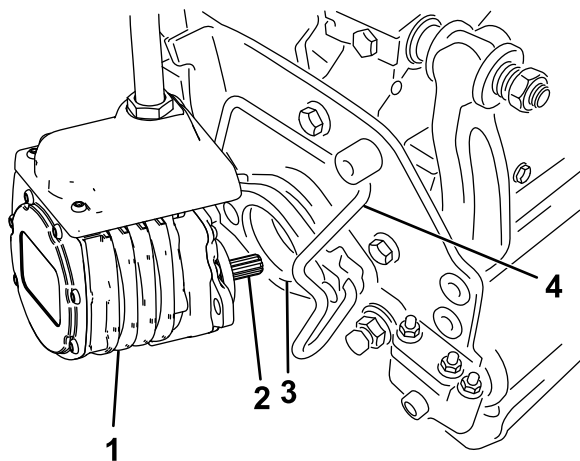

Figure 52
6. Enduisez de graisse propre l'arbre cannelé du moteur de l'unité de coupe (Figure 52).
7. Insérez le moteur dans le côté gauche de l'unité de coupe (vu de la position de l'utilisateur) et tirez la barre de retenue du moteur située sur l'unité de coupe vers le moteur jusqu'à ce que vous entendiez un déclic des deux côtés du moteur (Figure 52).